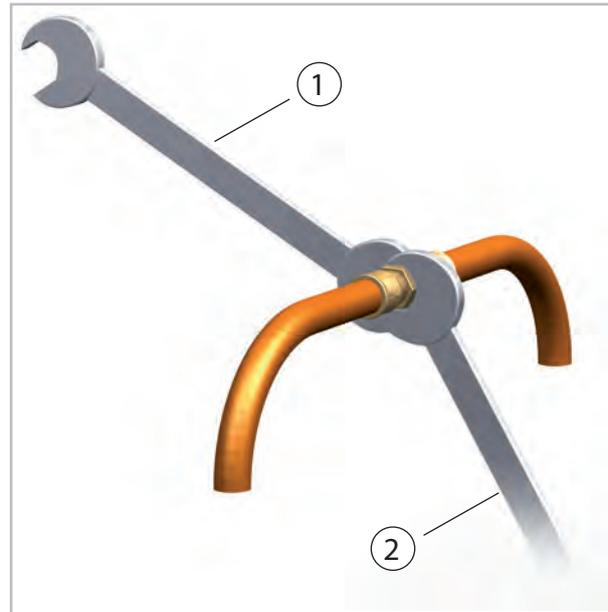

Abb. 32: Verschraubungen anziehen
11. ➤ Befestigen Sie nun endgültig die Verschraubungen mit 2 Maulschlüsseln geeigneter Schlüsselweite. Halten Sie während des Schraubens auf jeden Fall mit einem Maulschlüssel gegen (Abb. 32).